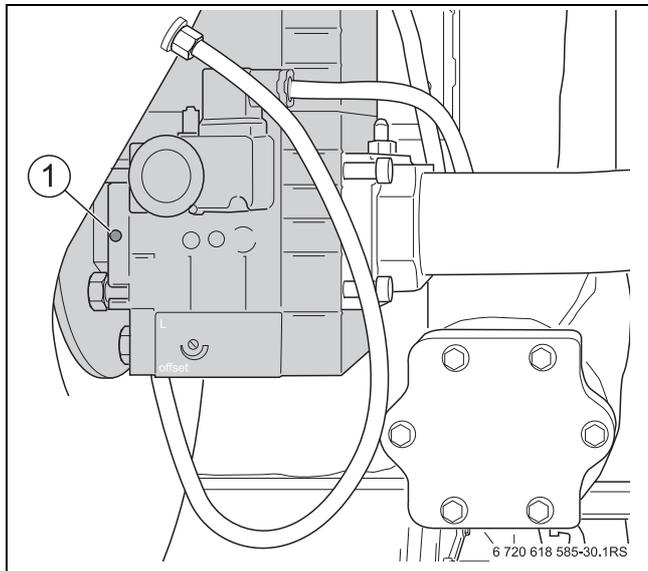

Fig. 32 Controllo della taratura del CO₂ a pieno carico
- ▶ In caso di valori di CO₂ inferiori a 8,5%, o superiori a 9,6%, correggere l'impostazione sulla vite di regolazione per pieno carico portandola a un valore del 9,1% (vedere fig. 32).